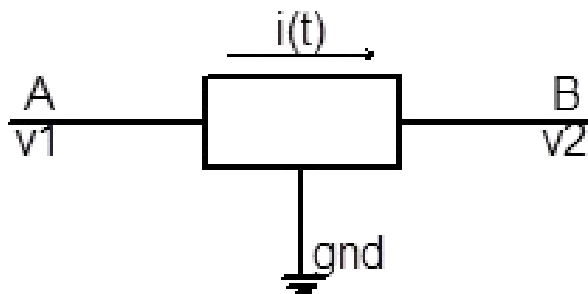

Figura 13. Conversión de voltajes
La figura 13 ilustra las convenciones que se manejarán a lo largo de todo el estudio de los circuitos eléctricos. Por convención, la referencia *gnd* se denomina tierra y se le asigna un voltaje de cero (0) voltios; también se le conoce como voltaje de referencia.
Adicionalmente, si  $V_1 > V_2$ , la corriente se establece en la dirección de A hacia B, como se puede ver en la figura 13. En el caso de que  $V_2 > V_1$ , la dirección de la corriente será de B hacia A.